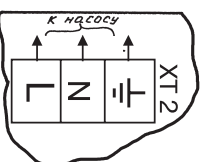

Рис. 4.
– тумблер клавишный НАСОС в положении 1 (ВКЛЮЧЕНО) служит для подачи однофазного тока величиной 220 В, частотой 50 Гц на плату ХТ 2 (контакты 1, 2, 3) на все время работы отопителя. Циркуляционный насос подключается к плате ХТ 2 согласно рис. 4 проводом ШВВП 2х0,5 и проводом защитного заземления сечением не менее 1,5 кв.мм (медь).